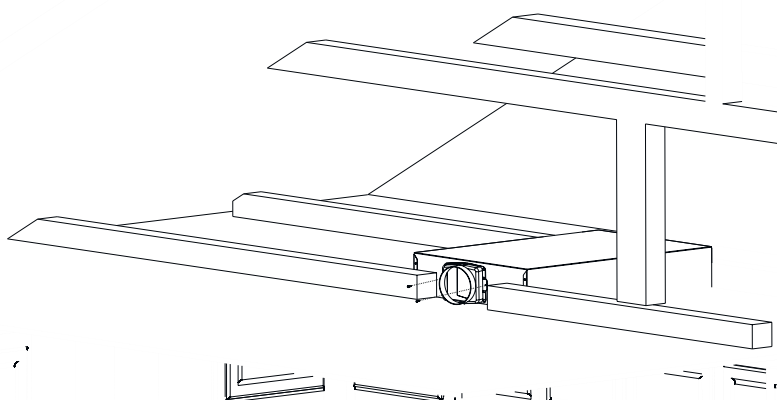

Fig. 15
3. ➤ Montera utsugsstosen på den sida av fläkten där utsugshålet valts med 2 x 3,5x9,5 skruvar (Fig. 15).